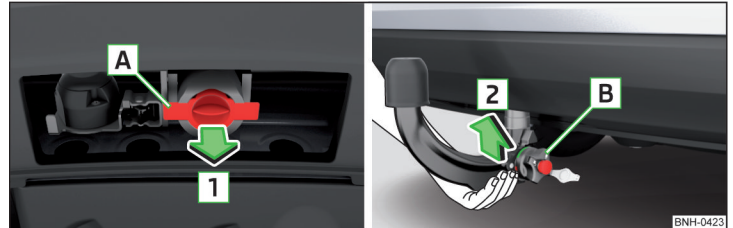

Abb. 218 Abdeckkappe für den Aufnahmeschacht abnehmen / Kugelstange einsetzen
- › Zur **Vorbereitung des Einbaus** die Abdeckkappe für den Aufnahmeschacht **A** in Pfeilrichtung **1** abnehmen » Abb. 218.
- › Zum **Einbau** die Kugelstange **von unten** fassen » Abb. 218.
Nach dem Ausbau der Kugelstange die Abdeckkappe für den Aufnahmeschacht **A** entgegen der Pfeilrichtung **1** einsetzen » Abb. 218 auf Seite 198.